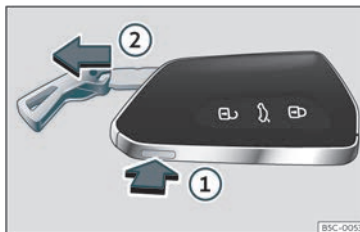

Fig. 75 Clau del vehicle:extreure l'espasí.
- Si premeu una vegada el botó»» fig. 75 ① es desbloqueja l'espasí i apareix una argolla a manera de clauer.
- Premeu el botó ① i, al mateix temps, estireu l'argolla en la direcció de la fletxa »» fig. 75 ② per extreure completament l'espasí.